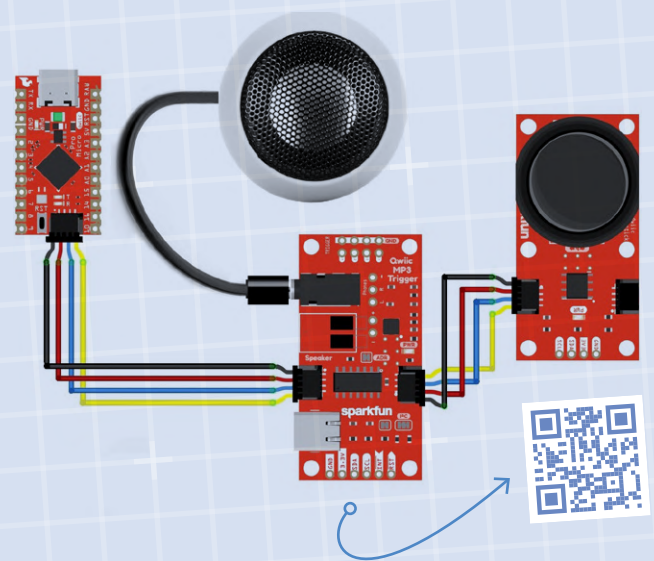

Figure 6. Connexion de la carte pour « Entrée tactile, sortie audible ».
**i** Circuit : **Fig. 6** ; Code du programme : **Lien [5]**.